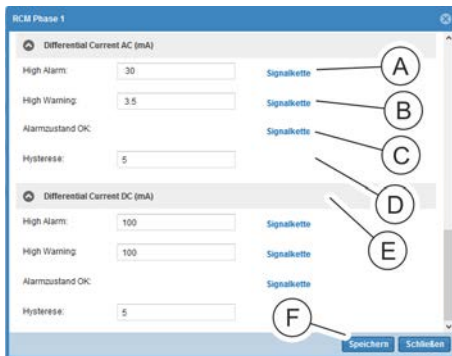

Abb. 180: Fenster "RCM Phase <Nr.>" (untere Hälfte)
4. ➔ Im Bereich „*Differential Current AC (mA)*“ einen Wert für „*High Alarm*“ eingeben (Abb. 180/Ⓐ) und eine Signalkette zuweisen. Dazu auf die Schaltfläche „*Signalketten*“ klicken.
6. ➔ Im Bereich „*Differential Current AC (mA)*“ einen Wert für „*High Warning*“ eingeben (Abb. 180/Ⓑ) und eine Signalkette zuweisen (analog zu Schritt 4 und 5).
7. ➔ Im Bereich „*Differential Current AC (mA)*“ dem Parameter „*Alarmzustand OK*“ (Abb. 180/Ⓒ) bei Bedarf eine Signalkette zuweisen (analog zu Schritt 4 und 5).
8. ➔ Im Bereich „*Differential Current AC (mA)*“ einen Wert für die „*Hysterese*“ eingeben (Abb. 180/Ⓓ).
9. ➔ Schritte 4 – 8 für den Bereich „*Differential Current DC (mA)*“ wiederholen (Abb. 180/Ⓔ).
10. ➔ Auswahl über die Schaltfläche „*Speichern*“ (Abb. 180/Ⓕ) bestätigen.